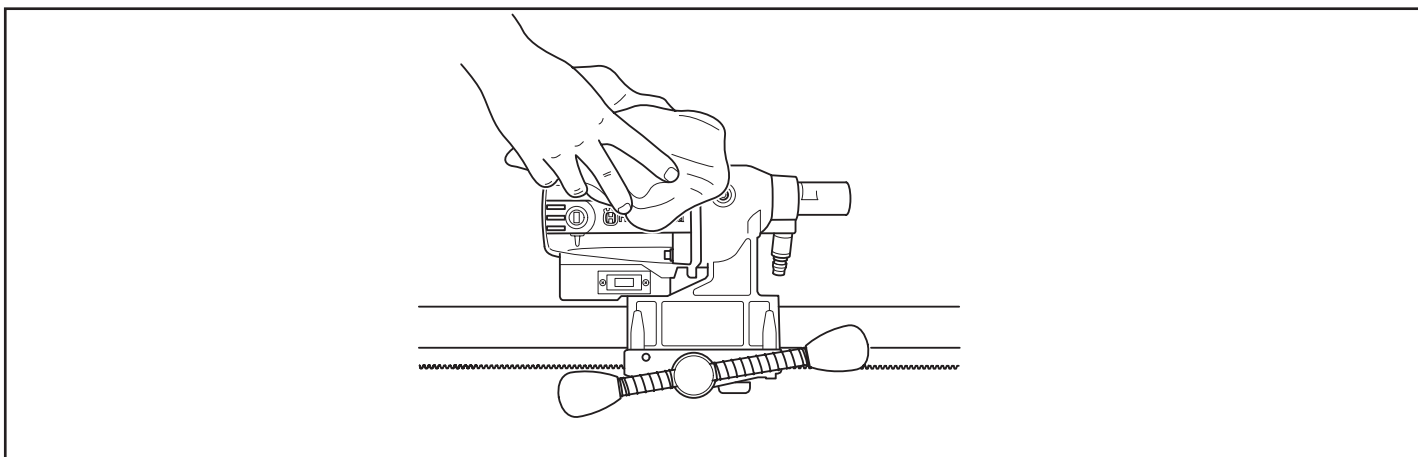

Рис.13
- Содержите машину и коронку чистой для безопасного бурения (рис. 13).